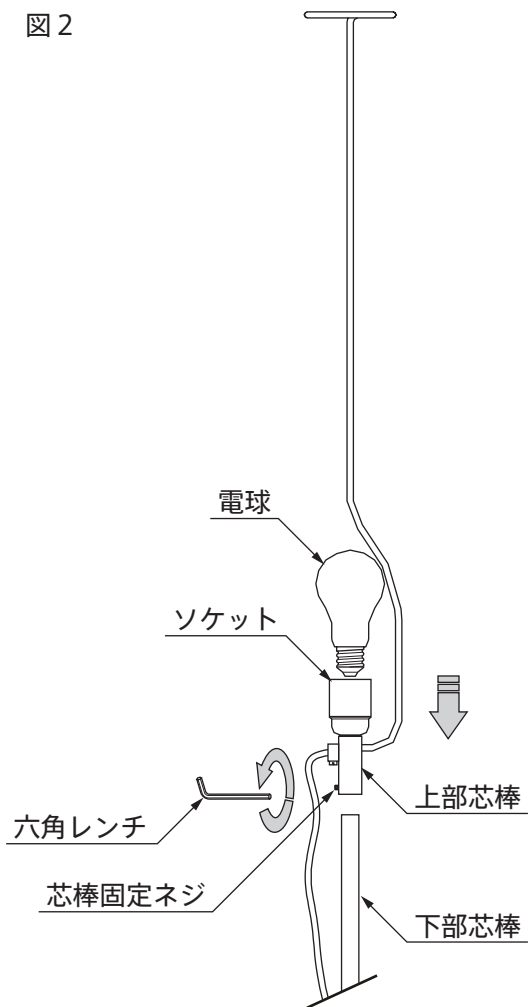

図 3
6. 電源コードをコード止めて下部芯棒に固定します。(図3)
7. 上部芯棒の上側から中央シェードカバー(2ヶ)と上部シェードカバーを通して、上部シェードカバーを上部芯棒のフレーム部分に置きます。(図3)
8. 上部シェードカバーから順にクリップにてシェードカバーを連結します。(図3、4)